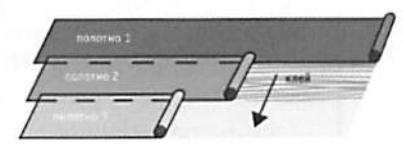

Рисунок 4
9.3 Затем раскатать полотно ПВХ линолеума «DEPOT» на основание, промазанное клеем. Начинать раскатывать полотна на проклеенное основание следует с первого полотна, смотри рис. 4.